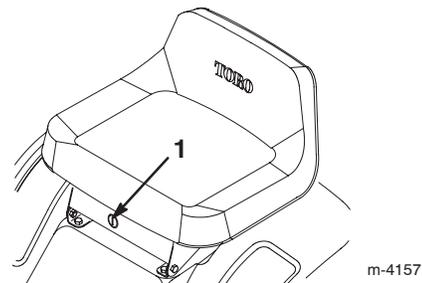

Figure 10
S'il est nécessaire d'utiliser la commande des lames (PDF) en marche arrière, désactivez ce dispositif de sécurité à l'aide du commutateur KeyChoice situé près du support du siège (Fig. 10).
2. Introduisez la clé dans le commutateur KeyChoice (Fig. 10).